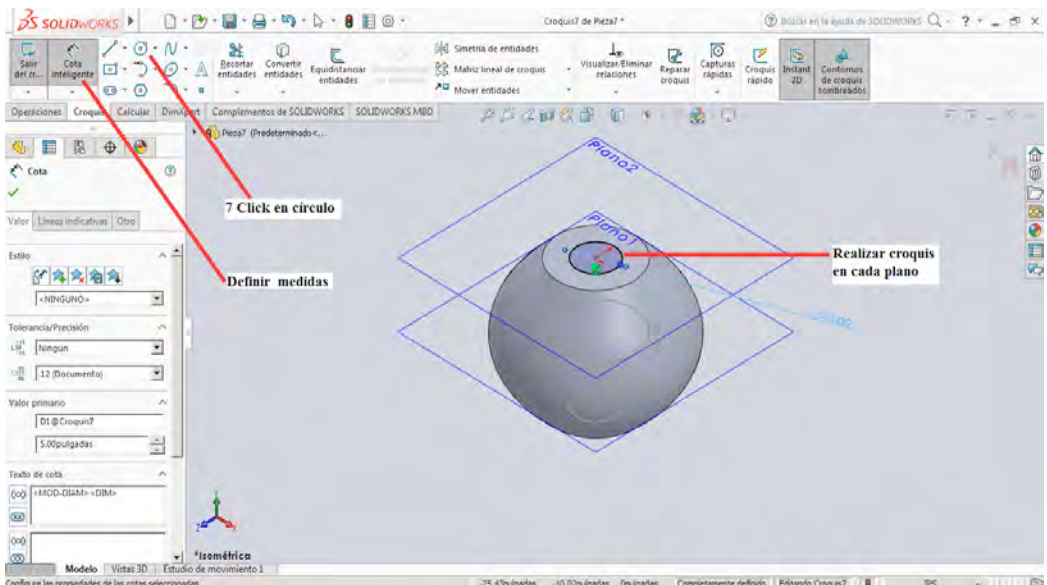

Figura 3-24
7. Definida la estructura 3D de la parte se realiza sobre cada uno de los planos definidos nuevamente tres circunferencias que se caracterizan por tener una medida de diámetro de la mitad de las que se construyeron de manera inicial, para realizar el proceso de construcción de cada una de ellas es necesario activar el croquis en cada uno de los planos, en la figura 3-24 se muestran los resultados obtenidos de las circunferencias.